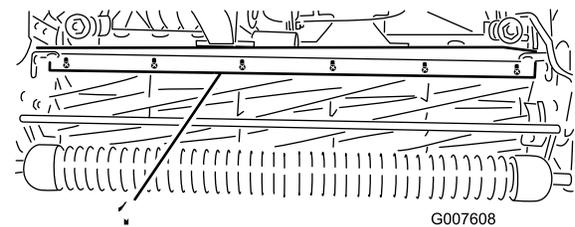

Figure 46
- Desserrez les vis de fixation de la barre supérieure (Figure 46) au plateau de coupe.